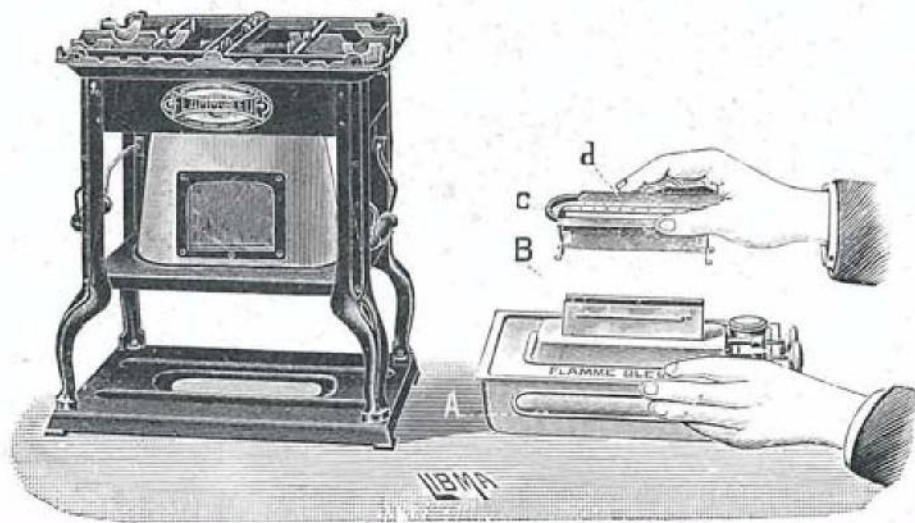

FIG. 2
- C. Organe d'air (Fig. 2).
- d. Disque d'organe d'air (Fig. 2).
FIG. 2. — Remarquer dans cette figure la **partie encochée** de l'organe d'air qui doit se trouver placé à **l'opposé** des boutons monte-mèche et, par conséquent, **se présentera la première** lorsqu'on introduira la lampe dans le bâti.